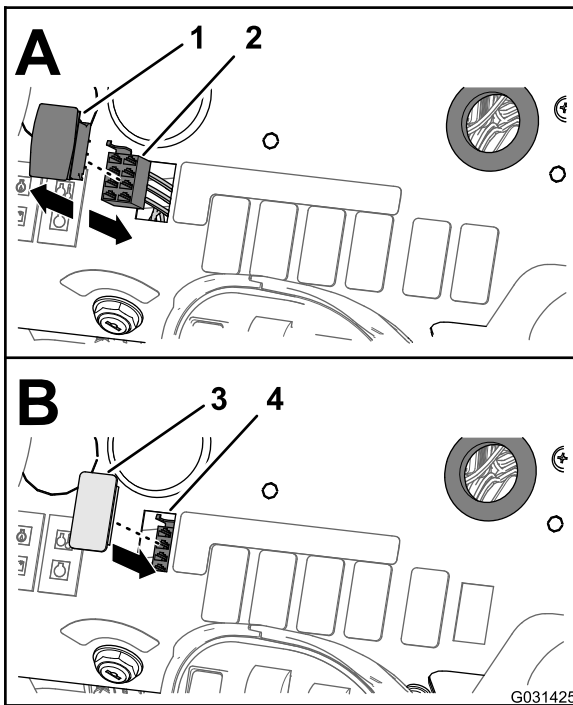

Figure 30
1. Sous la planche de bord de la machine, pincez les languettes de verrouillage de l'interrupteur de régulation de débit et poussez l'interrupteur hors de la planche de bord (Figure 30).
2. Débranchez le connecteur à 8 douilles du faisceau avant de la machine (étiqueté **Rate Switch**) du connecteur à 8 broches de l'interrupteur (Figure 30).
4. Placez le cache d'interrupteur devant l'ouverture de la planche de bord qui était occupée par l'interrupteur de régulation de débit (Figure 30).
5. Insérez le cache dans la planche de bord jusqu'à ce qu'il s'enclenche solidement dessus (Figure 30).